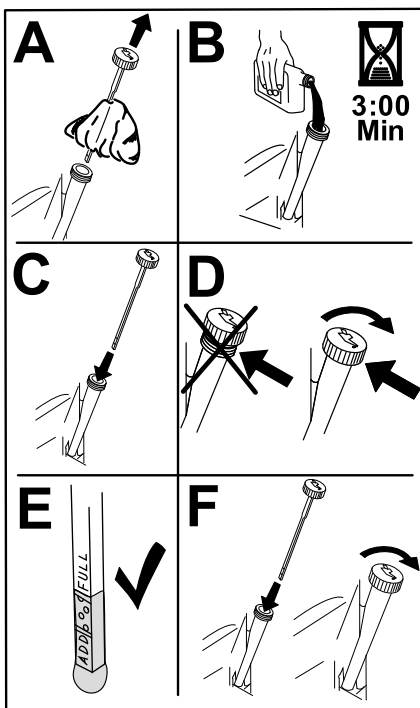

Рисунок 44
6. Медленно залейте приблизительно 80% масла указанного типа через заливную горловину и затем медленно добавляйте масло, чтобы довести его уровень до отметки «Полный» (Рисунок 44).